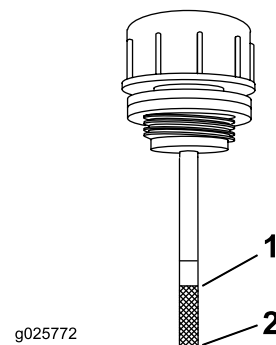

Figura 62
5. Limpie la zona alrededor de la varilla del depósito del sistema hidráulico (Figura 62).
6. Retire la varilla del depósito hidráulico (Figura 62).
8. Retire la varilla e inspeccione el extremo (Figura 62). Si el nivel de fluido está en la marca Add (añadir), vierta lentamente en el depósito hidráulico solo la cantidad de fluido necesaria para que el nivel llegue hasta la marca de Lleno.